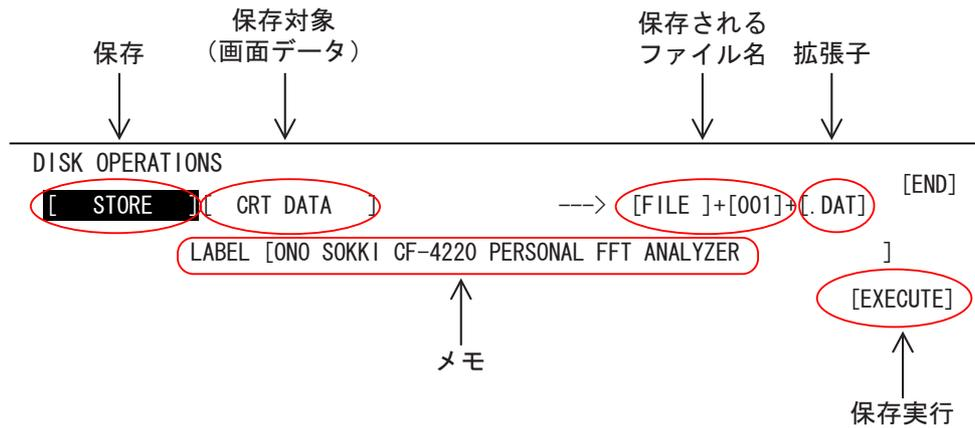

図 25
- ① FD を挿入します。
- ② 時間波形、スペクトル、オクターブなど保存したいデータを画面に表示します。
- ③ メニューアイコンの【DISK】にジョグカーソルを合わせ、SELECT スイッチを押し「DISK OPERATIONS」ページを開きます。ジョグカーソルを回すと、このページの設定項目に次々移動します。各項目にジョグカーソルを合わせ、SELECT スイッチを押し、図 25 の通りの設定をします。例えば、ジョグカーソルを「LOAD」に合わせ、SELECT スイッチを押し 2 次ページの「STORE」(保存)を選択後、SELECT スイッチを押すと、「STORE」に変更されます。
- ④ 拡張子の項は (. DAT) と (. GRP) があります。拡張子 (. DAT) に設定すると、CF4220 で再生表示することができる標準の拡張子です。また弊社ホームページよりフリーソフト「グラフィンタフェース」で EXCEL にグラフ化することが可能です。
各項目を図 25 のように設定してください。